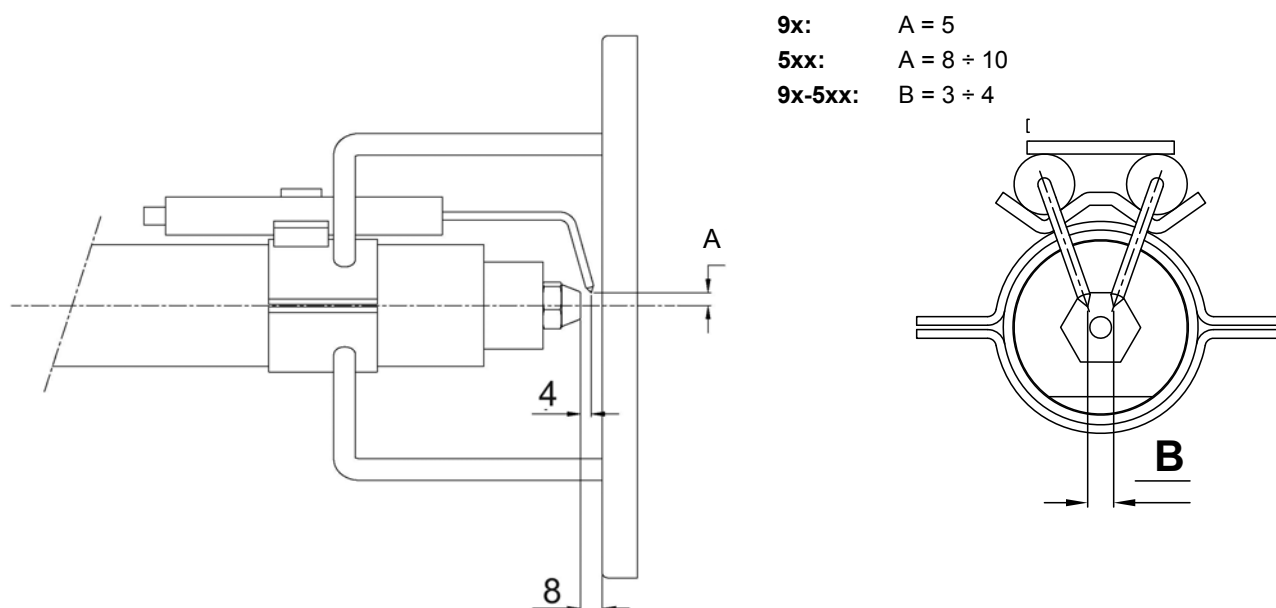

Рис. 12
- 5) вынуть электрод и заменить его, выдерживая размеры, указанные на Рис. 12.
В целях обеспечения хорошего процесса горения, необходимо, чтобы были выдержаны размеры (мм), указанные в Рис. 12. Перед тем, как вновь устанавливать головку сгорания на место, необходимо убедиться в том, что стопорный винт группы электродов хорошо затянут.